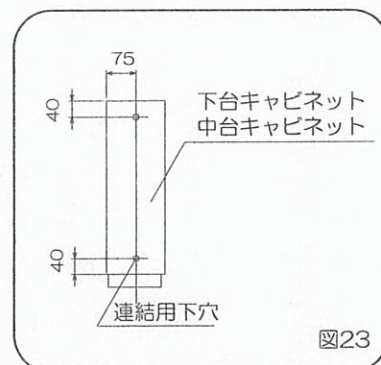

図23
2) 下台キャビネットの天板の所定位置に中台キャビネット連結用の下穴(φ4穴)を加工してください。（図23）
3) 中台キャビネットの天板の所定位置に上台キャビネット連結用の下穴(φ4穴)を加工してください。（図23）